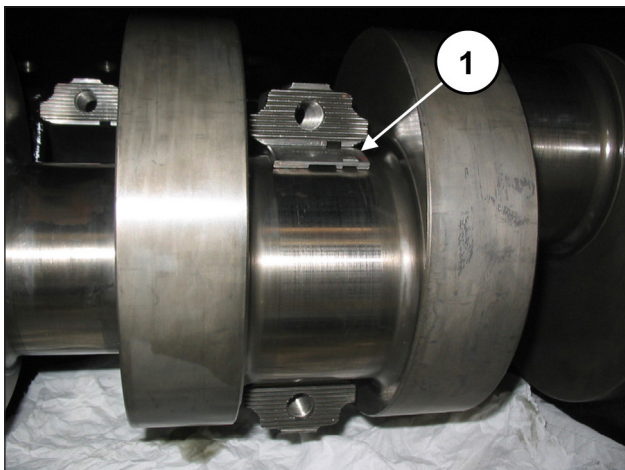

Fig. 56
Introducir los semicojinetes superiores entre las bielas y el eje (pos. ①, Fig. 56).